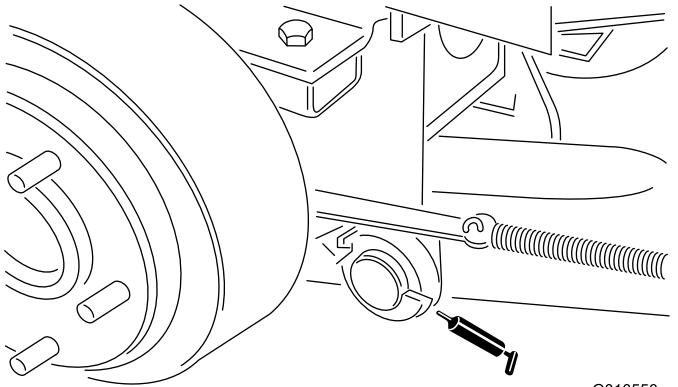

Figura 21
- Perni orientabili dei bracci di sollevamento posteriori (Figura 21)